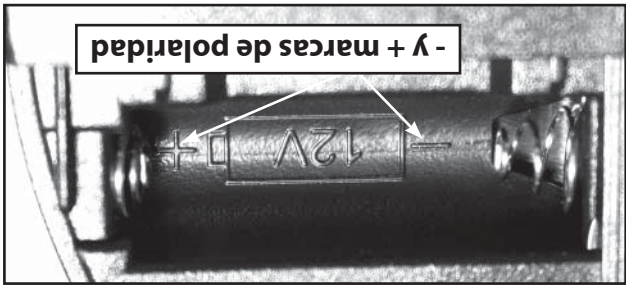

FIG. 8-2 Haga coincidir la polaridad de la batería
- Asegúrese de que la batería nueva esté en la dirección correcta (Haga coincidir la polaridad con los símbolos adentro de la tapa de la batería) (Fig. 8-2).